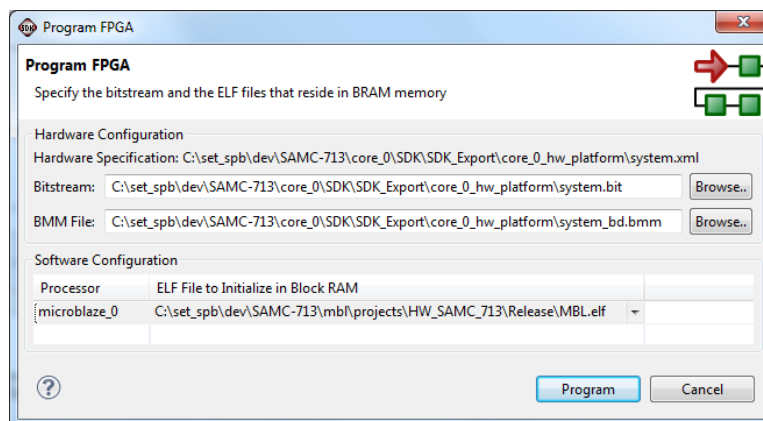

Рисунок 4-2: Выбор загружаемого в FPGA микросхему двоичного образа загрузчика MBL в Xilinx SDK
- В открывшемся окне (рисунок 4-2) выберите в таблице «Software Configuration» загружаемый в FPGA микросхему двоичный образ загрузчика MBL.